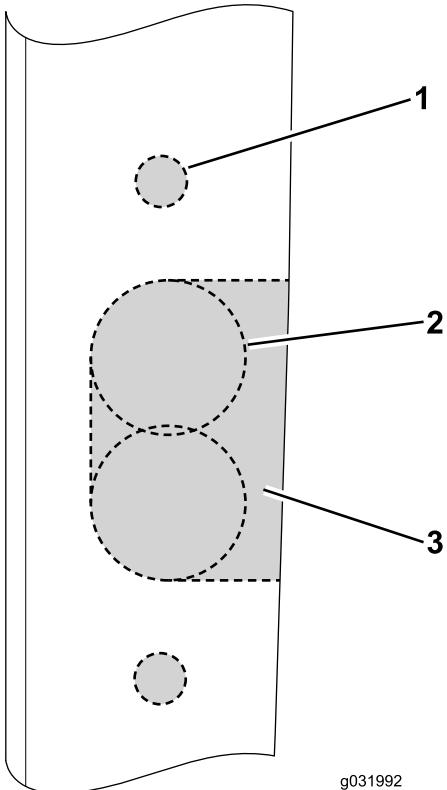

Figura 56
- 2. Perfore orificios de 9/32" para los pernos con arandela prensada (Figura 56).
- 3. Utilice una broca de corona de 1" para realizar los radios (Figura 56).